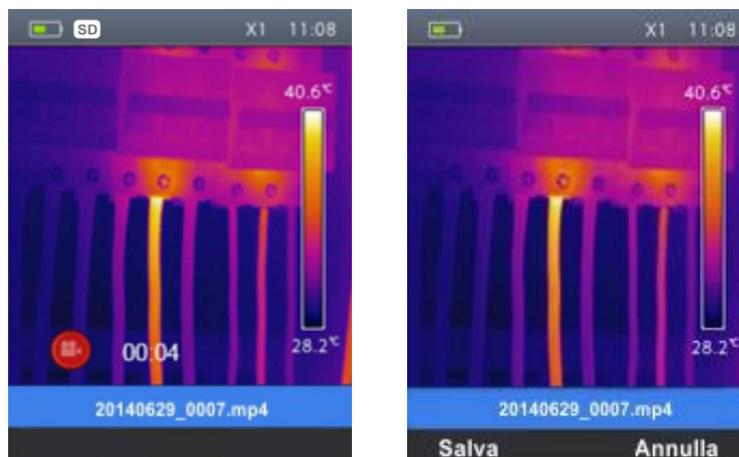

Fig. 30: Registrazione video
4. Premere e mantenere premuto il tasto **T** (Trigger) per alcuni secondi per attivare la registrazione del video. Il messaggio "AAAAMMGG \_xxxx.mp4" appare nella barra di stato e il timer appare nella parte bassa del display (vedere Fig. 30)